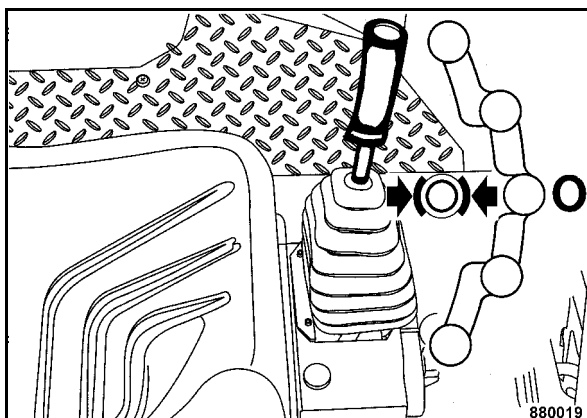

Fig. 66
- Eventualmente premere l'interruttore a pressione (Fig. 66), per disinserire la vibrazione.